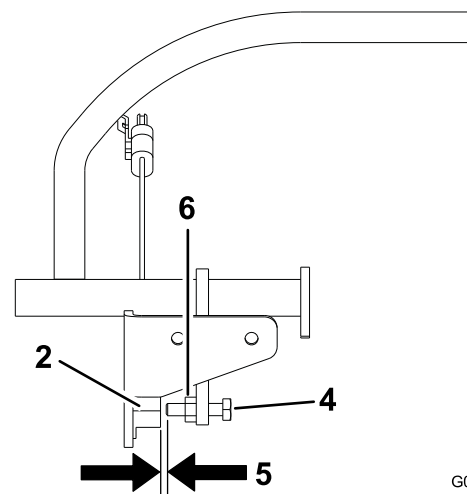

Figura 58
1. Compruebe detenidamente que el perno que está conectado a la palanca de control de movimiento está alineado con la diana del interruptor de proximidad (Figura 58).
2. Si es necesario, afloje los pernos y ajuste el interruptor de proximidad hasta que la diana quede alineada con el perno que está conectado a la palanca de control de movimiento (Figura 58).
3. Compruebe la distancia entre el perno y el interruptor de proximidad. Debe ser de 1,27 a 2,29 mm (Figura 58).
4. Si es necesario ajustarla, afloje la contratuerca y ajuste el perno a la distancia correcta. Apriete la contratuerca después de ajustar el perno (Figura 58).